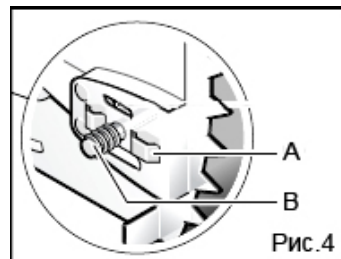

Рис.4
- Уложите звенья цепи на цепную звездочку (6, Рис.3) на зубья звездочки (7, Рис.3) и установите шину (4, Рис.2) так, чтобы расположенные перед и позади крепящего болта (В, Рис.4) водила шины (А, Рис.4) попали в продольное отверстие шины (7, Рис.3).